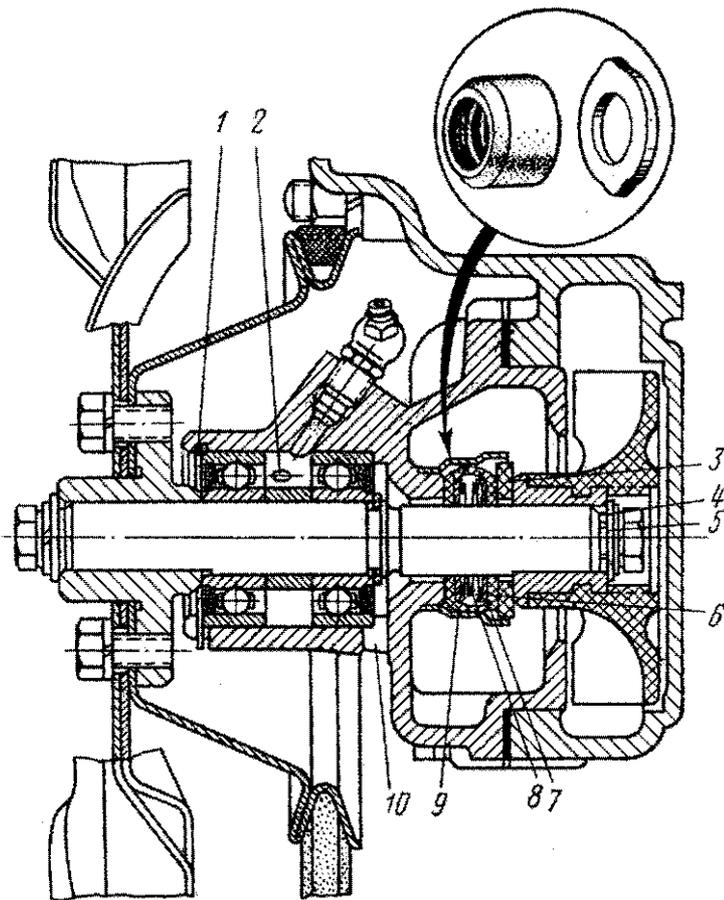
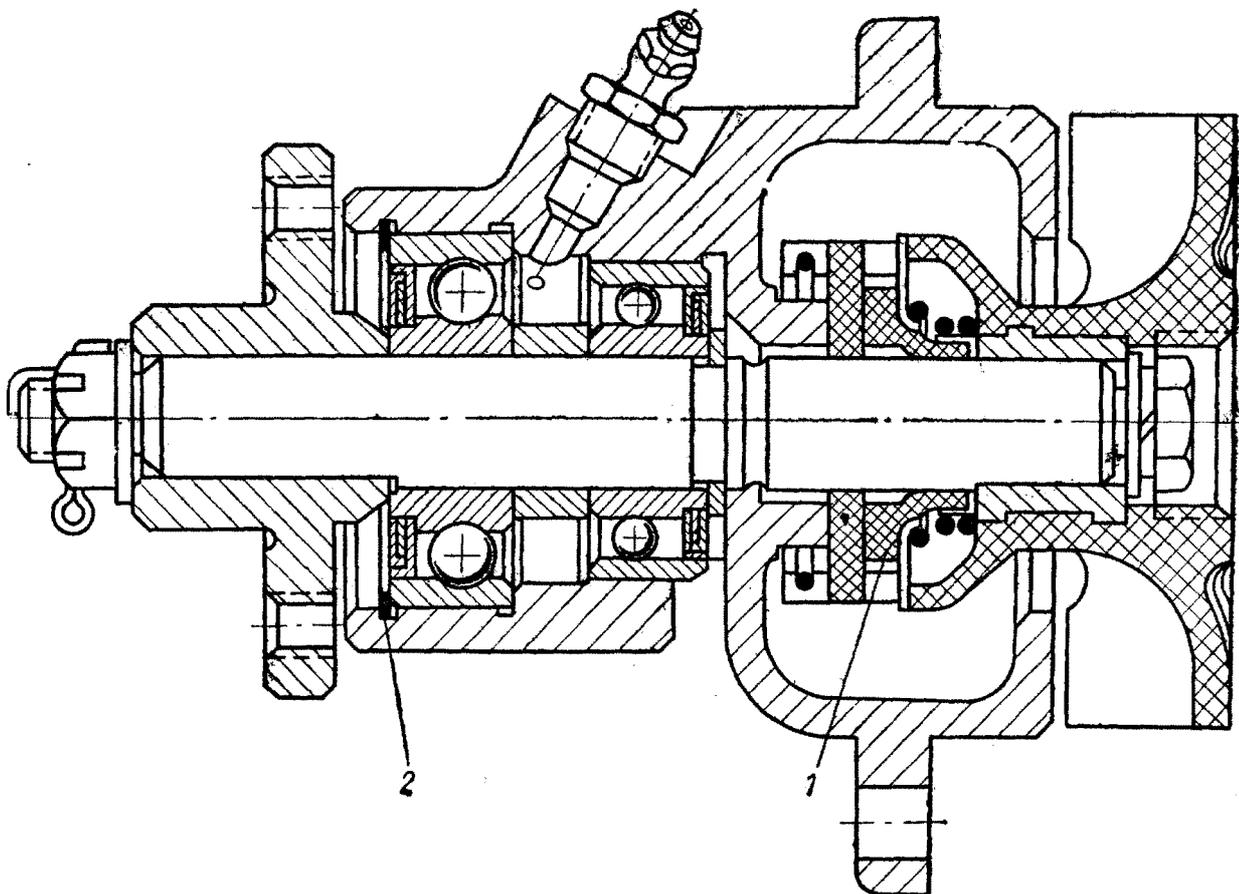

Рис. 29. Водяной насос старой конструкции:
Рис. 30. Водяной насос новой конструкции
**Водяной насос** центробежного типа (рис. 29) прикреплен к головке цилиндров четырьмя шпильками. Подшипники отделены от рабочей полости насоса водосбросной канавкой с выходом вниз. Вода, просочившаяся через сальник, не попадает на подшипники, а стекает по водосбросу наружу.
На двигателе может быть установлен водяной насос (рис. 30), имеющий несколько иную конструкцию.
вынуть уплотняющую шайбу и манжету сальника в насосе старой конструкции (см. рис. 29), сальник располагается в корпусе насоса; в насосе новой конструкции (см. рис. 30) сальник расположен в ступице крыльчатки; для его снятия необходимо сперва снять с крыльчатки стопорное кольцо);